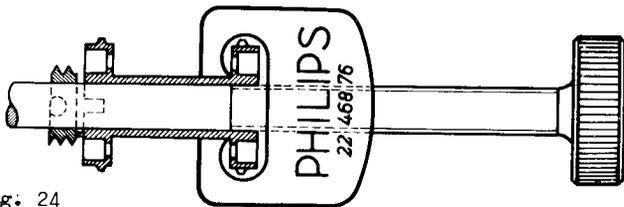

Fig. 24
- . Befestigungsschraube, federnde Unterlegscheibe und Mutter entfernen und die Schaltrolle von der Welle nehmen. Läßt sich die Schaltrolle nicht leicht von der Welle abschieben, so benutze man den PHILIPS Zahnrollenzieher Nr. 22 468 76 (Fig. 24); dieser ist mit Linksgewinde versehen.